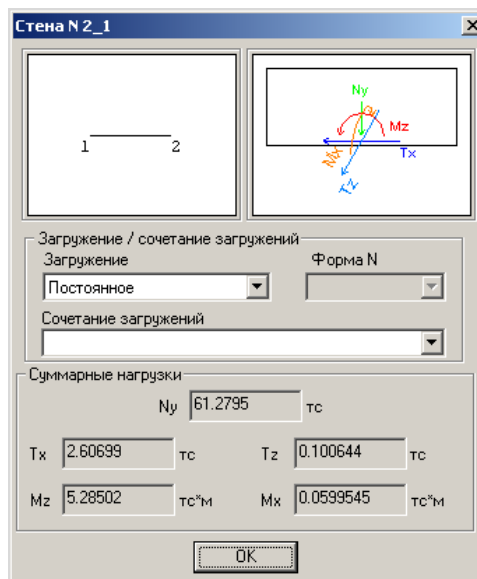

Рис.1.21.14. Окно диалога Стена №2\_1
- В открывшемся окне диалога **Стена №2\_1** (рис.1.21.14) просмотрите суммарные нагрузки, которые вычислены на уровне низа стены.